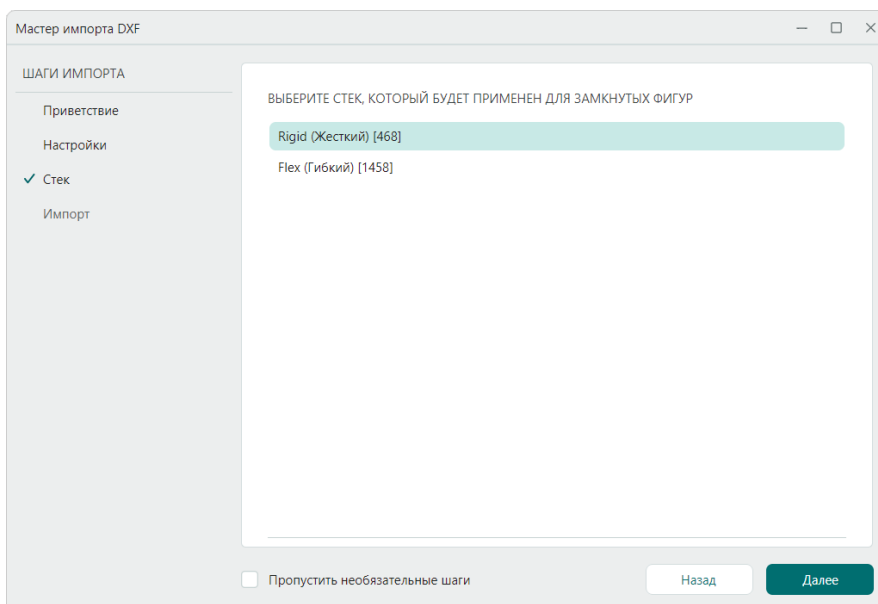

Рис. 80 Шаг мастера импорта «Стек»
6. Шаг мастера импорта DXF «Стек» доступен для работы при импорте границ платы на слой BOARD_OUTLINE в проект с несколькими стеками. В случае если печатная плата имеет один стек или импорт производится на другие слои, данный шаг исключается, см. Рис. 80.